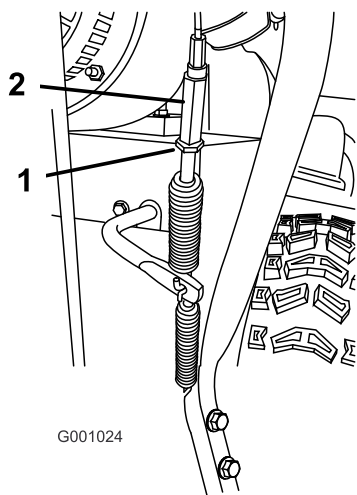

Рисунок 38
5. Ослабьте затяжку контргайки (Рисунок 38).
6. Ослабьте натяжение или подтяните винтовую стяжку для регулировки натяжения тросика (Рисунок 38).